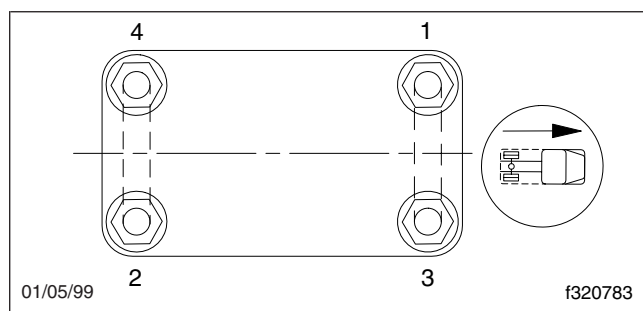

Figura 9, Secuencia de apretamiento para tuercas altas de pernos U
* Apriételas en una secuencia diagonal, según se muestra en la Figura 9.